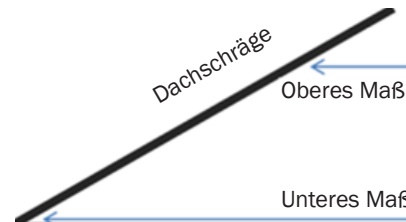

Abb. 9
- Dachschräge einmalig mittels Messen (Abb. 9) oder Schmiege (Art.-Nr. 36 82 00) auf Dämmplatte übertragen und auf Auflageschiene (6) stellen.
- Schneidebügel ausziehen, Feststellschraube (8) für Auflageschiene lösen und Auflage (6) mit Dämmplatte anheben bis Draht des Schneidebügels mit der Markierung auf der Dämmplatte übereinstimmt.
- Feststellschraube (8) fixieren und Schneidedraht durch die Platte führen.